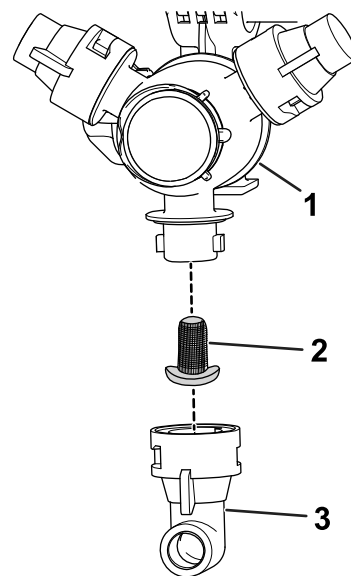

Figura 61
2. Retire o bico da cabeça de pulverização (Figura 61).
3. Retire o filtro do bico antigo (Figura 61).
4. Instale o novo filtro do bico (Figura 61).
5. Instale o bico na cabeça de pulverização (Figura 61).